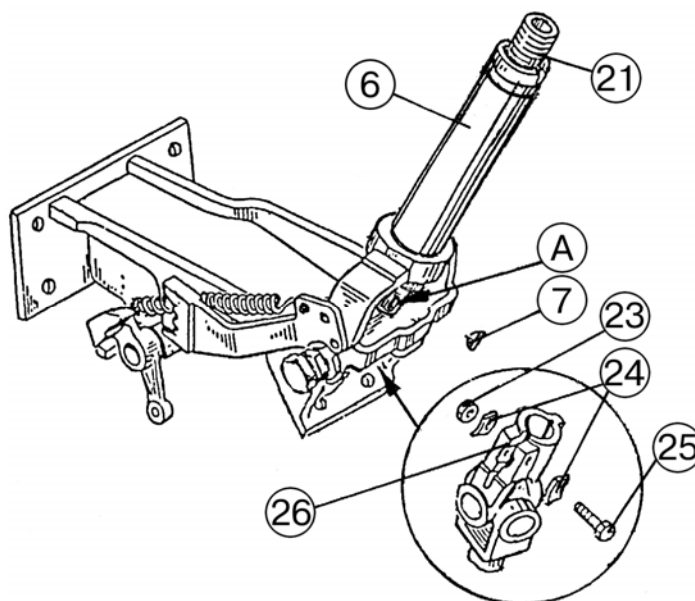

Рис.6.18
12) придерживая снизу трубы (6), (рисунок 6.18), втулку (2) с амортизатором (3) и шайбу (1), вставьте сверху вал (21) в трубу (6);
13) установите сегментную шпонку (7), (рисунок 6.18), размером 5x10 мм в шпоночный паз «А» вала (21) и вставьте хвостовик вала в вилку (26) карданного соединения так, чтобы шпонка вошла в шпоночный паз вилки (26);
14) совместите прорезь вала (21), (рисунок 6.18), с отверстием в вилке (26);
15) установите болт (25), (рисунок 6.18), с отгибной шайбой (24), и гайку (23) со второй шайбой (24);
16) затяните гайку (23), (рисунок 6.18), и законтрите болт и гайку отгибными шайбами;